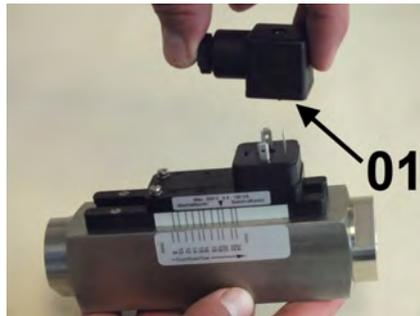

Abb. 62: Steckerdose abziehen
**2.** ➤ Steckerdose mit dazugehöriger Dichtung (Abb. 62/01) nach oben abziehen